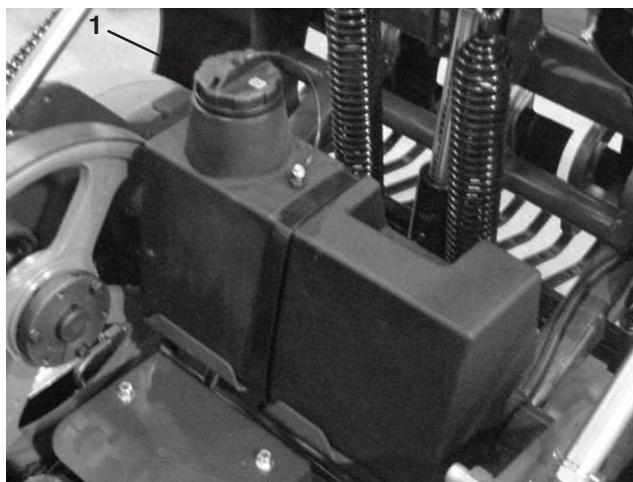

Bild 14
- Reinigen Sie den Bereich um den Einfüllstutzen und den Deckel des Hydrauliktanks (Bild 14). Schrauben Sie den Deckel vom Einfüllstutzen ab.